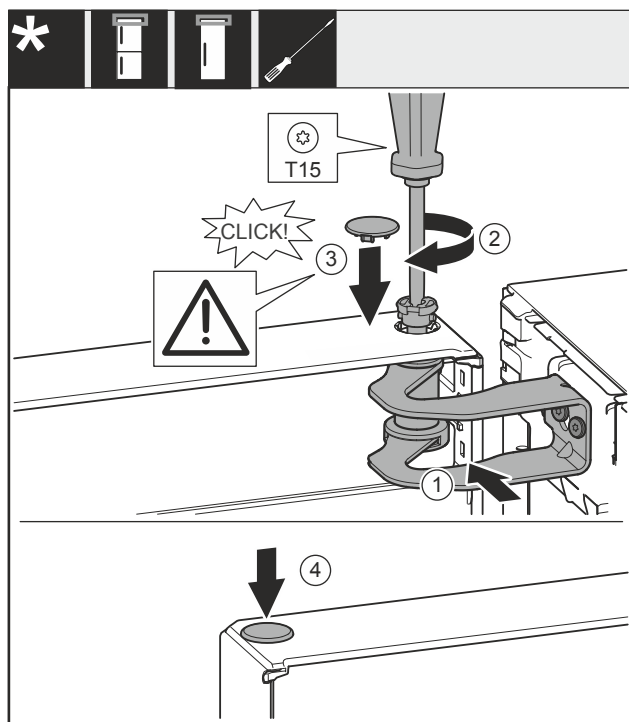

Fig. 59
- ▶ Dveře vyrovnejte s otvorem ve stojanu ložiska Fig. 59 (1).
- ▶ Vložte čep Fig. 59 (2) a pevně jej utáhněte šroubovákem.
- ▶ Nasadte kryt Fig. 59 (3).
- ▶ Zkontrolujte, zda kryt Fig. 59 (3) doléhá na dveře.
- ▶ Nasadte kryt Fig. 59 (4).